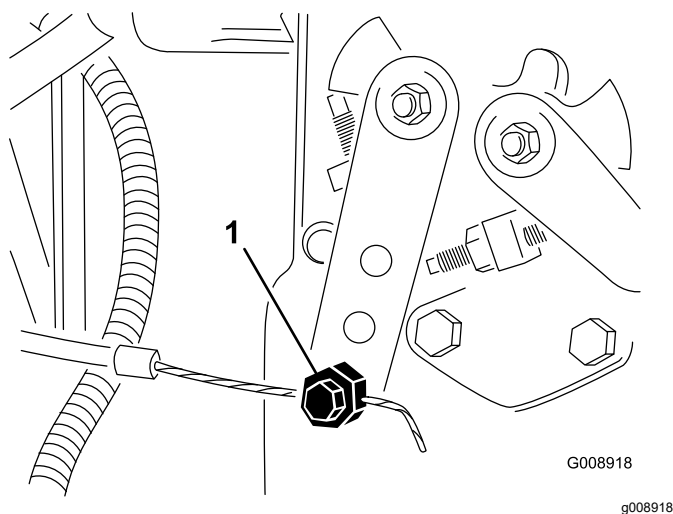

Рисунок 81
4. Ослабьте соединитель тросика дроссельной заслонки на плече рычага инжекторного насоса (Рисунок 81).